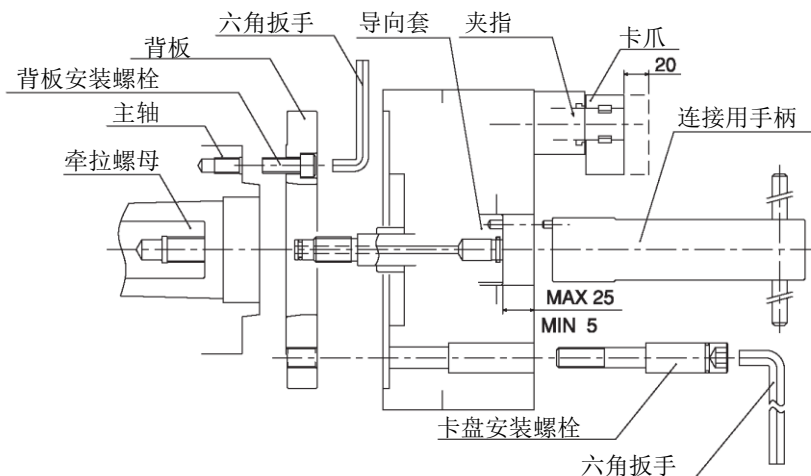

图 13
- 旋转连接用手柄，使导向套的位置为图 13 的 MIN 5。